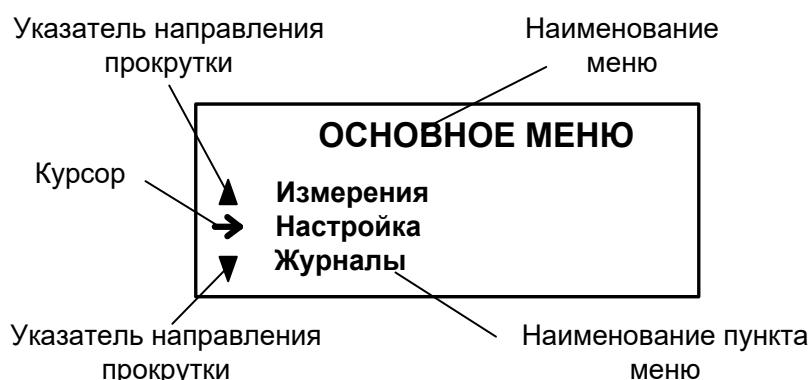

Рис.1. Вид основного меню.
1.1.1. Основное меню (рис.1) имеет неизменный состав. Состав и структура подменю и окон, а также возможности модификации установочных параметров определяются режимом работы расходомера.
1.1.3. Индикация на дисплее состоит из наименования меню (окна), расположенного неподвижно в первой строке дисплея жидкокристаллического индикатора (ЖКИ), и наименований пунктов меню (параметров), которые могут смещаться вверх или вниз (рис.1).
1.1.5. Одновременно на дисплее может индицироваться не более 3-х строк (пунктов меню, параметров из списка). Поэтому в начале первой и последней строк пунктов (параметров) могут располагаться указатели направления прокрутки в виде треугольников (рис.1), вершины которых направлены в стороны возможного перемещения курсора по строкам (пунктам меню, параметрам).